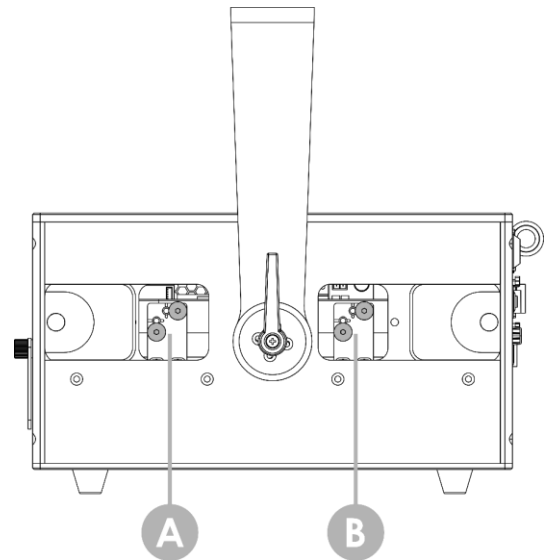

Abb. 18
- 04) Drehen Sie die **Schrauben zur Strahlenausrichtung (A)** und **(B)**, um die horizontale und vertikale Position des roten und blauen Strahls anzupassen (siehe Abb. 18):
- **Schrauben zur Strahlenausrichtung (A)** – rot
- **Schrauben zur Strahlenausrichtung (B)** – blau
- 05) Schieben Sie nach der erfolgreichen Ausrichtung die beiden **Abdeckplatten (02)** wieder in die Mitte des Geräts, um die **Schrauben zur Strahlenausrichtung (A)** und (B) wieder zu verdecken.
- 06) Drücken und Drehen Sie die beiden **Einstellschrauben für die Abdeckplatten (03)** im Uhrzeigersinn, um sie wieder festzudrehen. Achten Sie darauf, sie nicht zu fest zu ziehen.